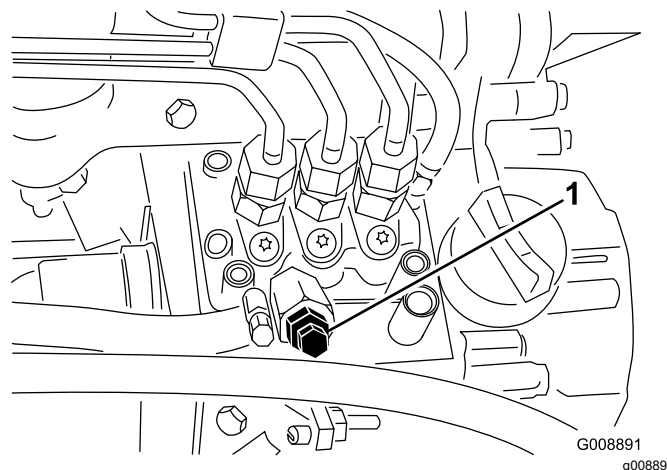

Figura 35
4. Abra el tornillo de purga de aire de la bomba de inyección de combustible (Figura 35).